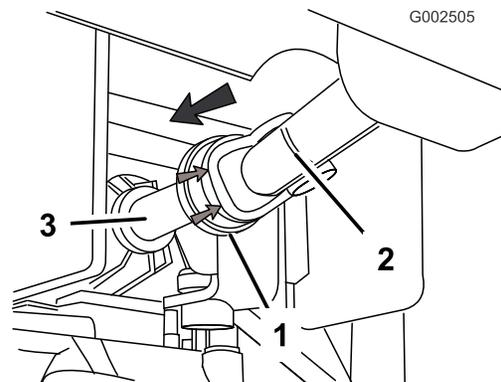

Bild 23
- Ziehen Sie die Gummihabe vorne am Zapfwellenantrieb (ZWA) nach hinten (Bild 23).
- Montieren Sie die Antriebswelle auf der ZWA-Abtriebswelle (Bild 23).